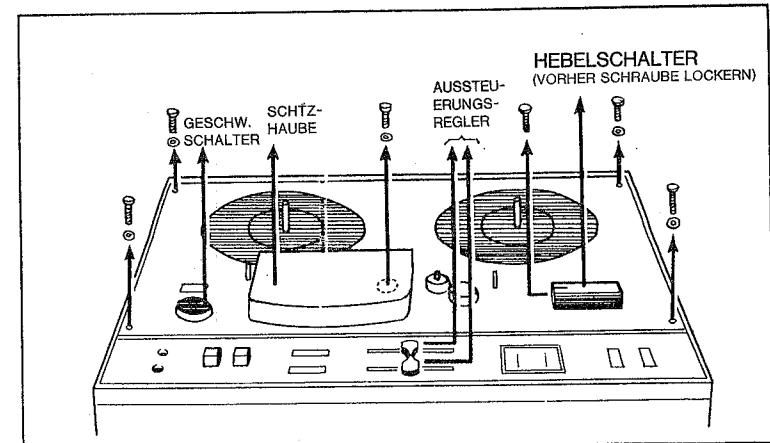

Abb.10 Abnehmen der Deckplatte
- (a) Deckplatte abnehmen, wie Abb. 10 zeigt.
- (2) Man entfernt nun die Deckplatte, wie in Abschnitt "Pflege und Wartung" beschrieben und in Abb. 10 erläutert.